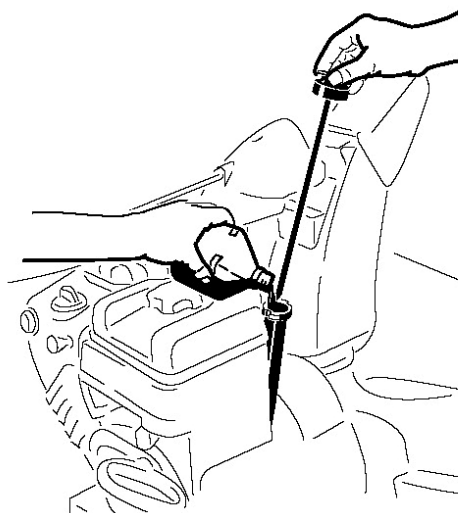

Рисунок 33.
2. Вытащите щуп и посмотрите уровень масла (рис. 33).